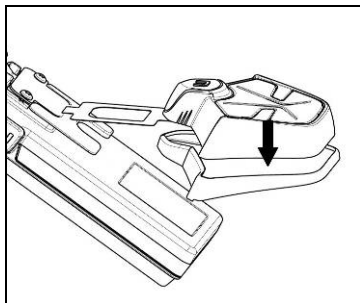

Fig. 5
- Drej adapteren for at stille den i vandret position, på samme måde som ESS-systemet, udøv et tryk, så de to dele holdes sammen (fig. 5);